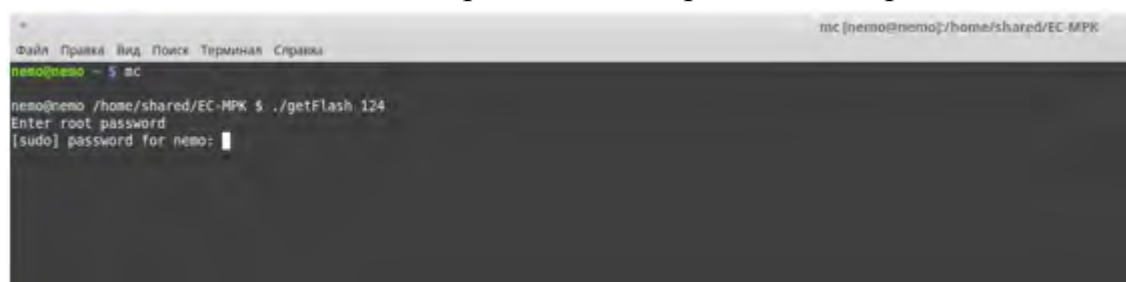

Рисунок 5. Ввод пароля.
7.1.7. Ввести пароль в окне терминала (Рисунок 5) и нажать клавишу «Enter».